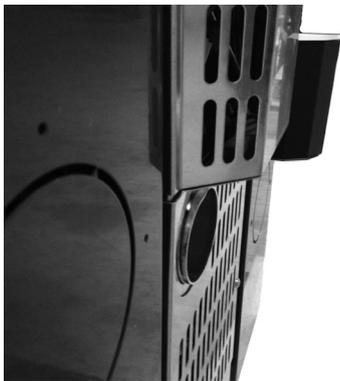

Fig. 12 - Fase 1
- Posizione originale tubo tutto rientrato (vedi **Fig. 12**).